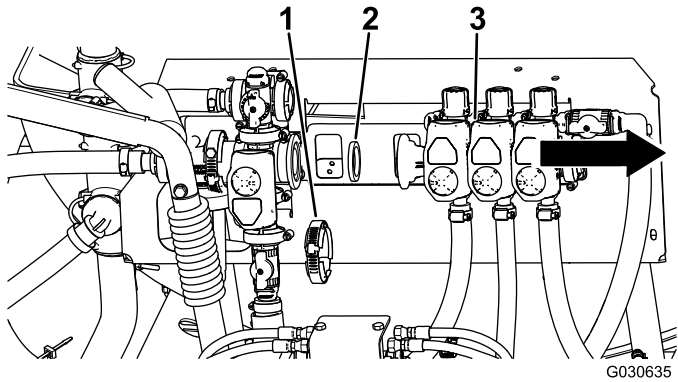

Figura 5
- 4. Afaste cuidadosamente o conjunto das válvulas das rampas da válvula KZ (Figura 5).
- 5. Retire a junta existente do corpo da válvula (Figura 5).